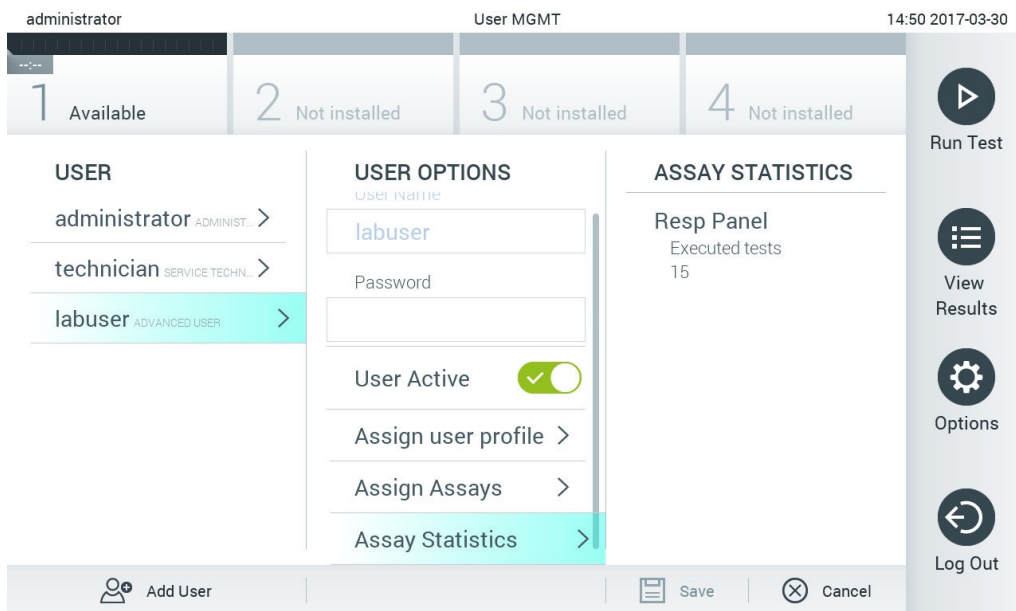

Рис. 62. Перегляд статистики аналізу.
- Assay Statistics (Статистика аналізу): показує, скільки разів вибраний користувач виконав аналіз (рис. 62).